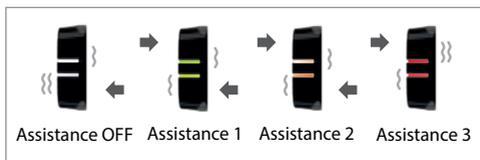

Figure 23
Lorsque la commande iWOC Trio est allumée (ON), appuyez brièvement sur les boutons fléchés pour régler le niveau d'assistance au pédalage. Le voyant lumineux de la commande clignote et se colore en fonction du niveau d'assistance sélectionné (figure 23). La sélection du niveau d'assistance pour la commande iWOC Trio est linéaire, il faut donc appuyer sur les boutons flèche vers le haut ou flèche vers le bas jusqu'à ce que le niveau souhaité soit sélectionné.